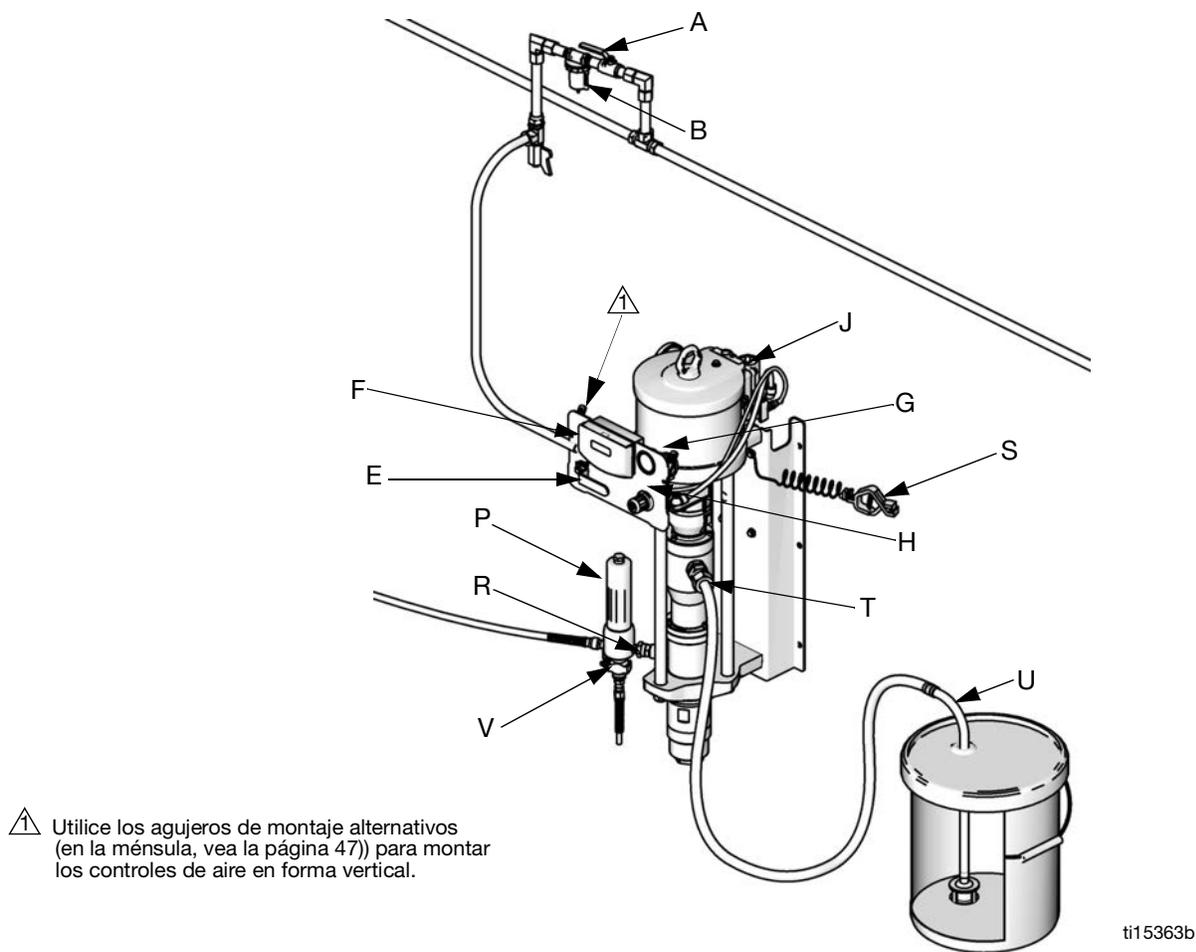
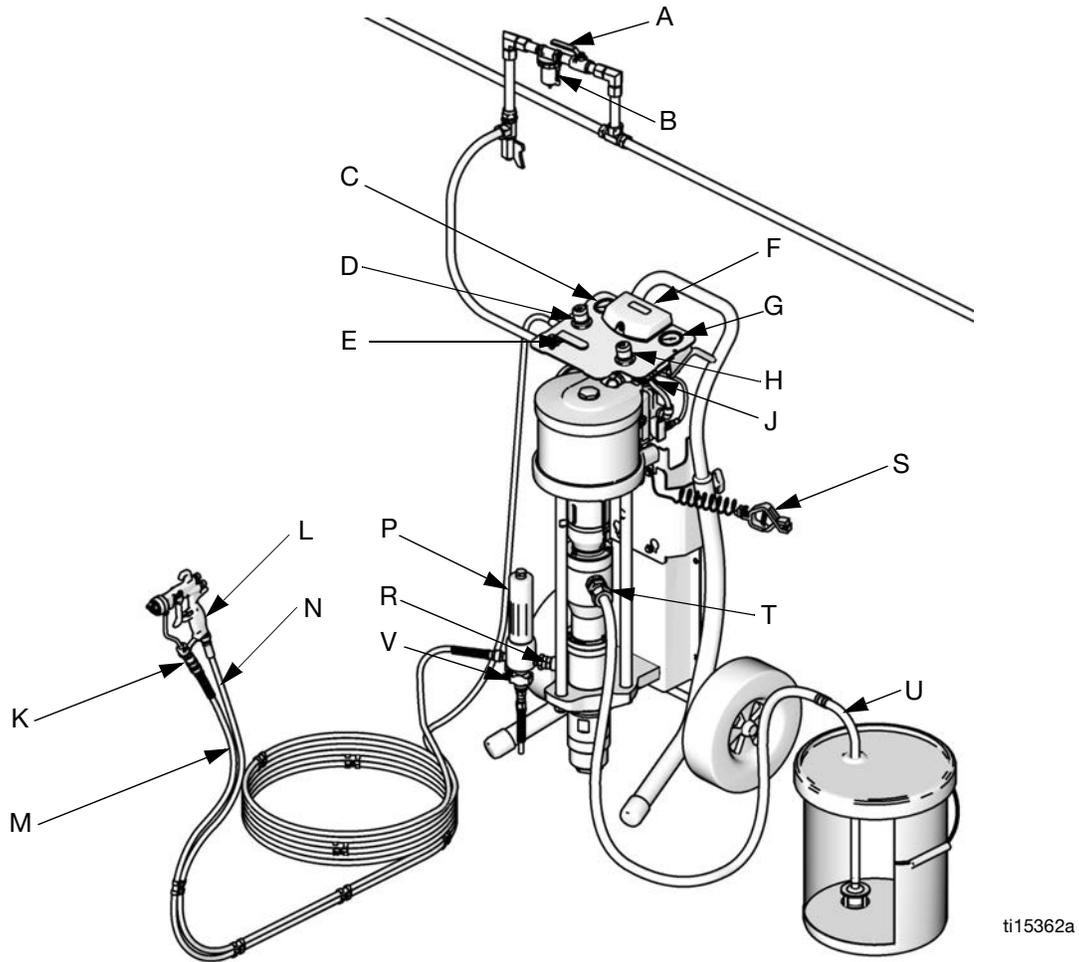

FIG. 1. Instalación típica de montaje sobre pared
FIG. 2. Instalación típica de montaje en carro
La FIG. 1 y FIG. 2 son guías para la selección e instalación de los componentes y accesorios del sistema. Contacte con el distribuidor de Graco para obtener ayuda para diseñar un sistema adecuado a sus necesidades particulares.
FIG. 1 y FIG. 2
Vea la FIG. 1 y la FIG. 2. **Los componentes varían según el sistema pedido.** Vea las tablas de las páginas 12 a 18. Su sistema puede incluir:
Instale los siguientes accesorios en el orden indicado en la FIG. 1 y FIG. 2, utilizando adaptadores donde sea necesario.
1. Consulte la FIG. 2. Fije el extremo de la manguera azul de fluido (M) sin la pieza giratoria de la pistola (K) en la salida de la bomba (R) o el filtro (P).
2. Fije un extremo de la manguera de aire (N) en el regulador de aire de la pistola (D).
3. Fije el otro extremo de la manguera de aire (N) en la entrada de aire de la base de la pistola (L).
4. Fije el otro extremo de la manguera azul de fluido (M), con la pieza giratoria de la pistola (K), en la entrada de fluido de la pistola.
2. Consulte la FIG. 2. Cierre la válvula de aire principal de purga (E).